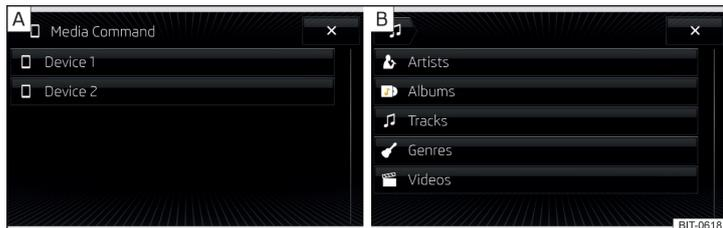

Abb. 174 Quelle auswählen / Kategorie auswählen
- Zur **Auswahl der Wiedergabequelle** im Hauptmenü die Funktionsfläche  antippen und das Quell-Tablet wählen » [Abb. 174 - \[A\]](#).
- Zur **Wiedergabe** die Kategorie » [Abb. 174 - \[B\]](#) und anschließend den Titel auswählen.